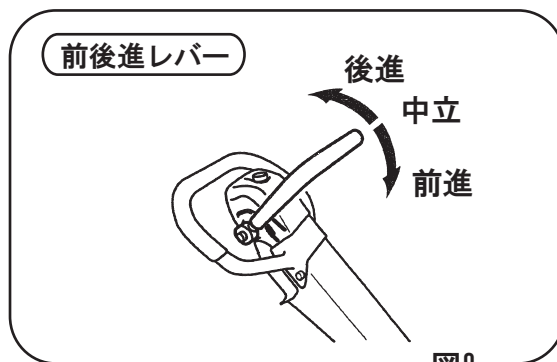

図8
2. 前後進レバーを操作して、コンパクターを前後進させます。走行レバーを前に倒すと前進、後ろに引くと後進し、中立の時はその場で振動します。(図8)